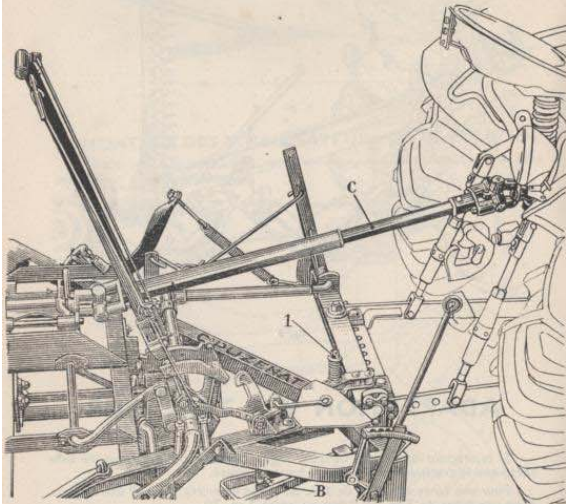

fig. 7
Ce montage convient aux tracteurs dont la barre d'attelage se trouve suffisamment en arrière des roues (fig. 7).
B) Effacer la béquille et la verrouiller en position de repos (fig. 7).
Si la barre s'efface sans raison apparente, il suffit de comprimer le ressort (1) du système de sécurité à l'aide de l'écrou à créneaux qui permet ce réglage (fig. 7).